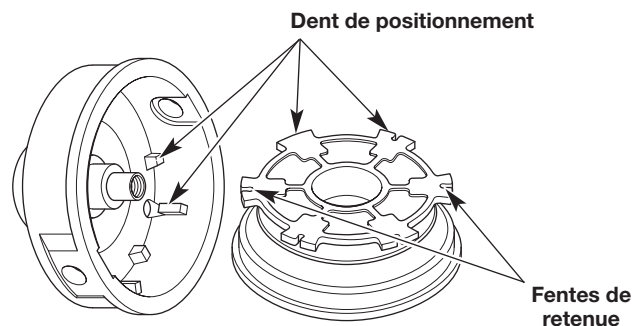

Fig. 12
6. Vérifiez l'usure des dents de positionnement et des fentes de retenue (Fig. 12). Si nécessaire, éliminez les ébavurages ou remplacez le moulinet et la bobine extérieure.